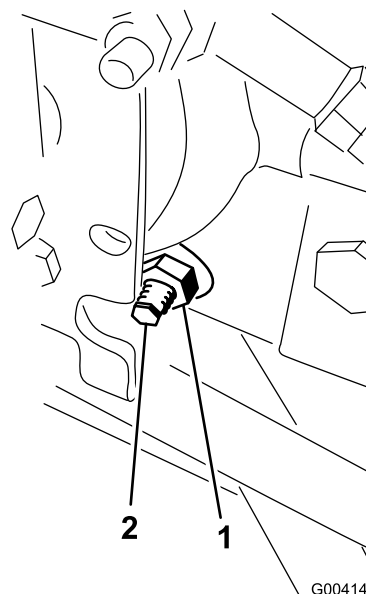

Figure 59
3. Sous le côté droit de l'hydrostat, desserrez le contre-écrou sur la came de réglage de transmission (Figure 59).